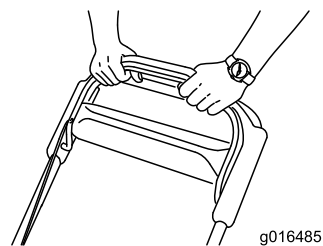

Рисунок 24
3. Удерживайте штангу управления ножом прижатой к рукоятке (Рисунок 24).